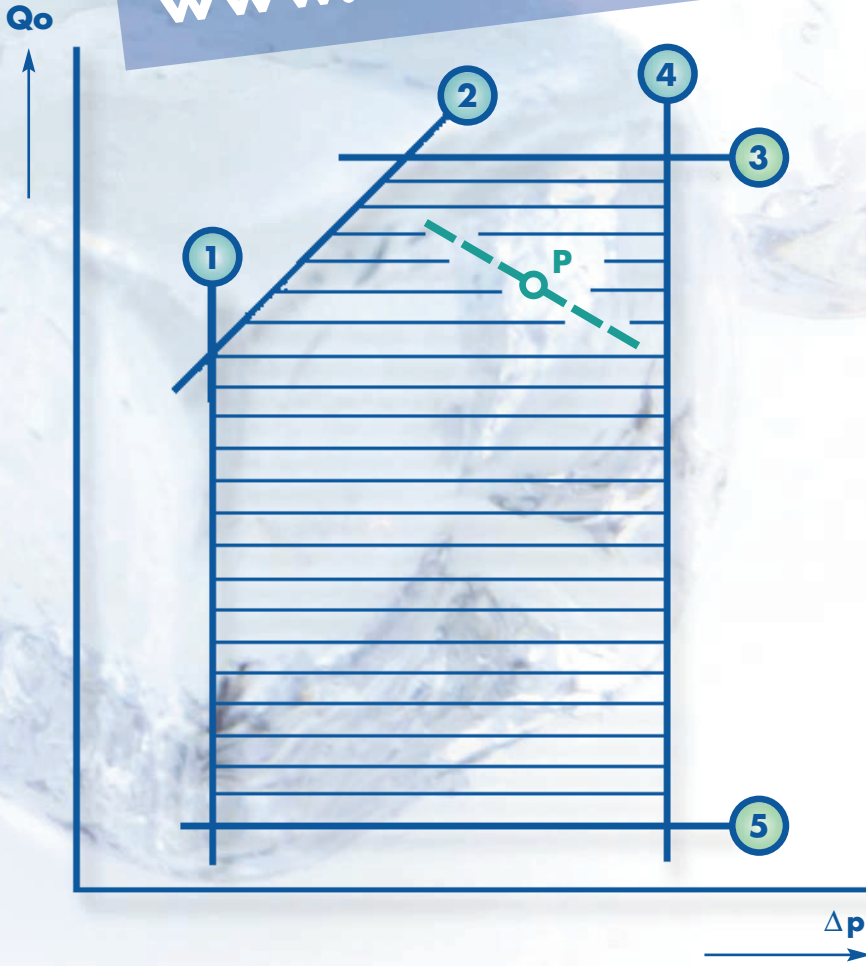

Fig. 4
Zur schnellen Abschätzung können aber auch die Auswahlprogramme verwendet werden. Jeder Regler hat einen Arbeitsbereich, der in Fig. 4 schraffiert dargestellt ist und durch die Grenzlinien (1) bis (5) eingeschlossen ist.
Each regulator has its operation range, which is marked in fig. 4 by the hatched area that is surrounded by the bold boundary lines (1) to (5).